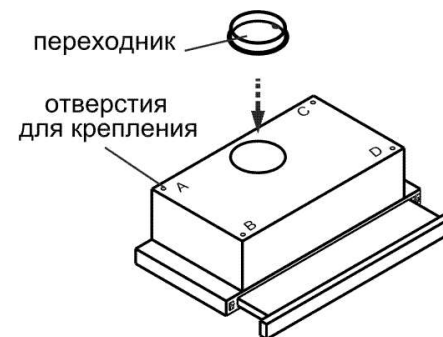

Рисунок 4
6.1 Установите пластиковый переходник и зафиксируйте его защелками (рисунок 4).